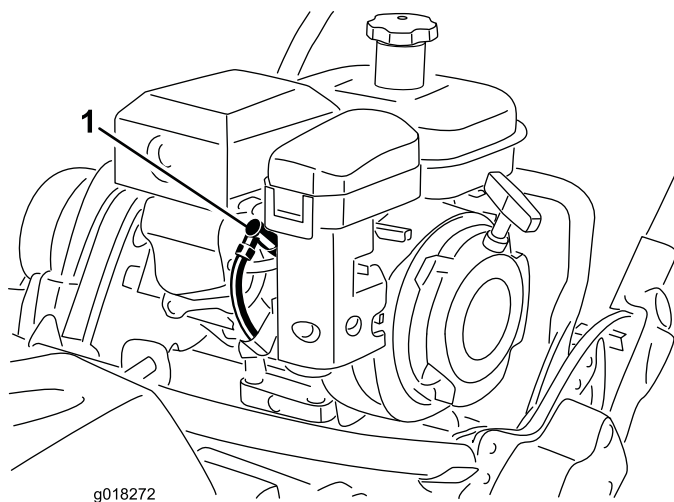

Figura 34
1. Retire o cabo da vela moldado (Figura 34).